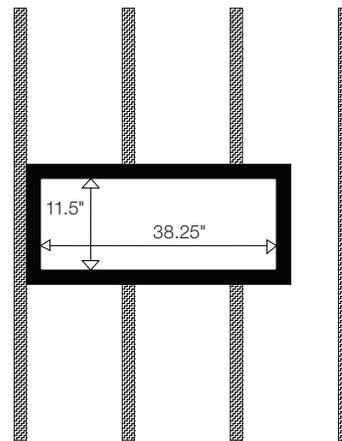

図16
3. 38.25x11.5インチ(971.6mmx292.1mm)の内部寸法(図16)のフレームを作るため、2×6(50.8mm x 152.4mm)材を使用します。くぎまたは木ネジでスタッドを固定します。